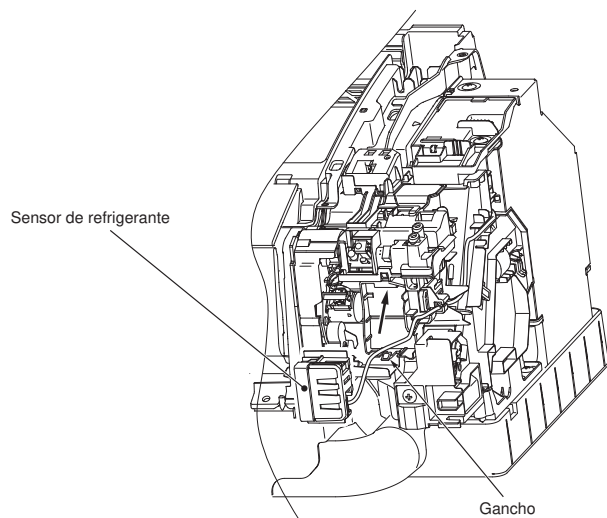

Fig. 2
- 2) Inserte el sensor de refrigerante en la dirección de la flecha y fíjelo con el gancho. (Fig. 2)